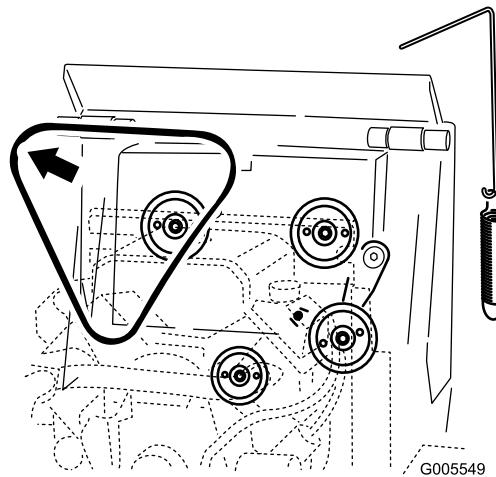

Рисунок 48
- 5. Снимите ремень привода с трех шкивов (Рисунок 48).